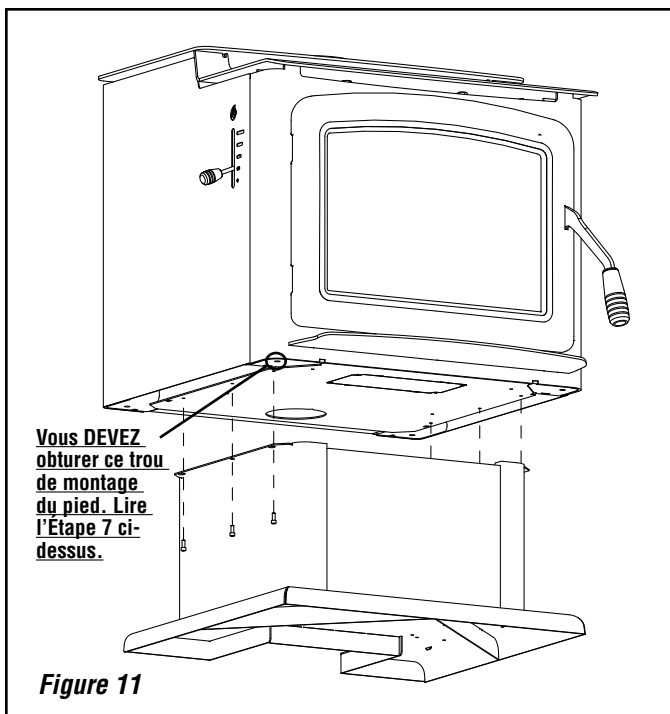

Figure 11
2. Installer les vis 10-24 incluses avec le socle au fond du poêle comme illustré à la **figure 11**. Utiliser un clé Allen de 5/32 po pour serrer les vis.